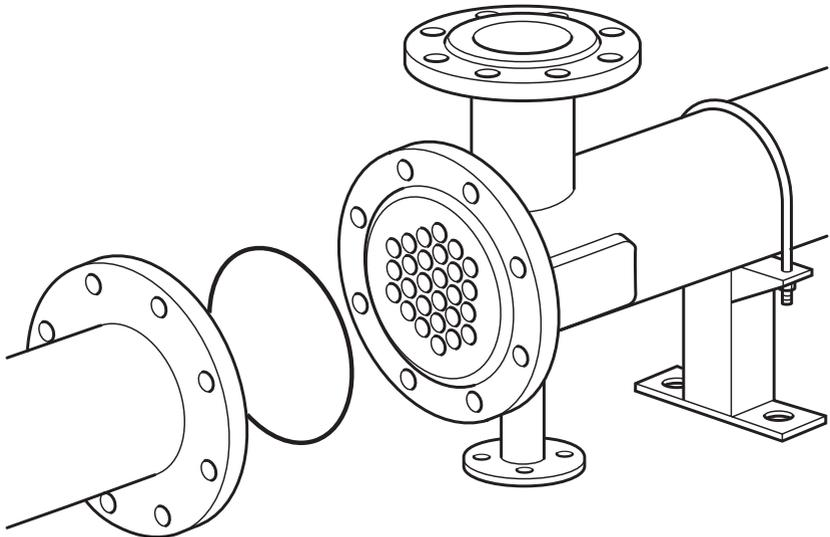

Abb. 12
- ersetzen Sie die Dichtungen durch neue, wie in Abbildung 12 angegeben.